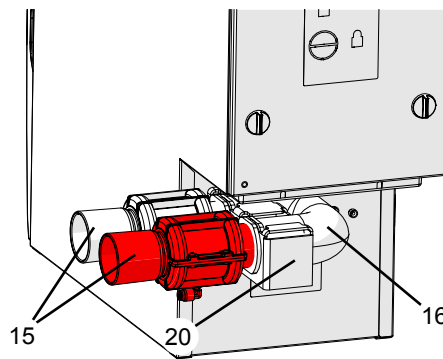

рис. 3
Открытие и закрытие всасывающих каналов происходит с помощью пневматических запорных клапанов (15, рис. 3). Для этого необходим сжатый воздух. С боку прибора подсоединен шланг для подачи сжатого воздуха.
- ⇒ Извлеките запорные клапаны (15, рис. 3) из всасывающего колена (16, рис. 3).
- ⇒ Открутите болт с накатной головкой (19).
- ⇒ Поверните по часовой стрелке всасывающее колено (16) вместе с креплением (20) и освободите его от фиксирующих болтов. Потянув на себя, снимите его с отсосного патрубка вытяжки (А).
- ⇒ Выдавите всасывающее колено из крепления (В), поверните (С) и в новом положении снова вдавите в крепление (D).
- ⇒ Установите всасывающее колено на отсосной патрубок вытяжки и вращением по часовой стрелке закрепите крепление на фиксирующих болтах (26) (Е).
- ⇒ Закрепите крепление болтом с накатной головкой (19).